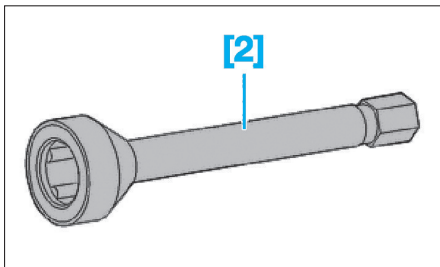

Fig. 11
- [2]. Clé à rouleau (réf. 0721.A) (Fig.11).